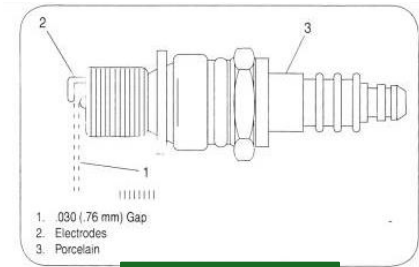

Abbildung 31
4. Prüfen Sie den Elektrodenabstand mit einer Fühlerlehre und stellen Sie ihn ggf. auf 0,030 (0,76 mm) ein (siehe Abbildung 31).